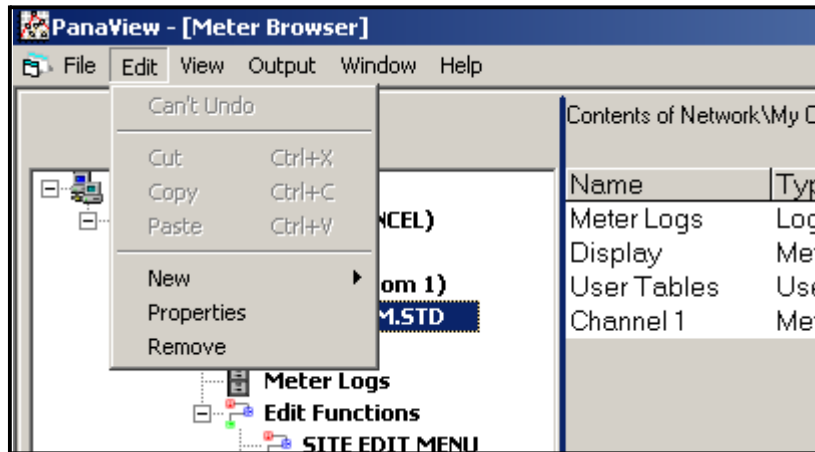

Figura 49: Opzione Proprietà
2. Fare clic con il tasto destro del mouse sull'XGM868i evidenziato e selezionare l'opzione *Proprietà*, come mostrato nella Figura 49.